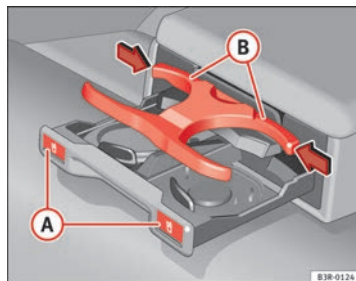

Abb. 130 Getränkehalter in der Armlehne hinten
- Drücken Sie auf das Symbol  (A) ⇒ Abb. 130.